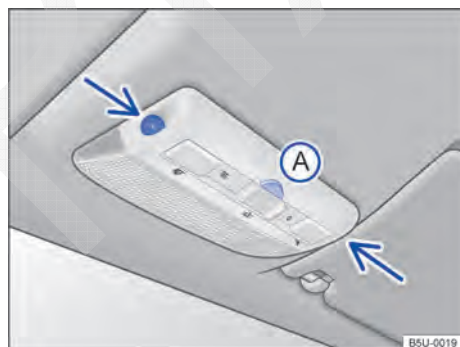
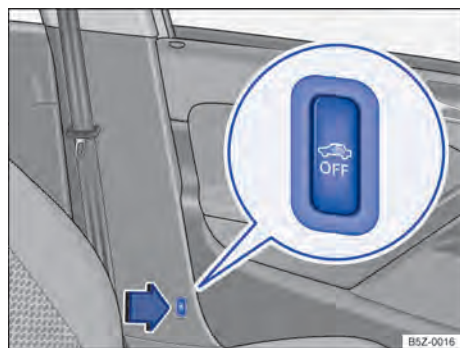

Fig. 25 No console do teto: sensores de monitoramento do interior do veículo e tecla **(A)** para desligar o monitoramento do interior do veículo.
Fig. 26 Ao lado do banco do condutor: botão para desligar o monitoramento do interior do veículo. ▶
O monitoramento do interior do veículo dispara o alarme com o veículo travado, se reconhecer movimentos no interior do veículo. O sensor e o receptor estão localizados no conjunto da lanterna de leitura → Fig. 25 (setas).
- Pressionar a tecla → Fig. 25 (A) ou → Fig. 26 por 2 segundos. No painel de instrumentos a luz de controle se acende.